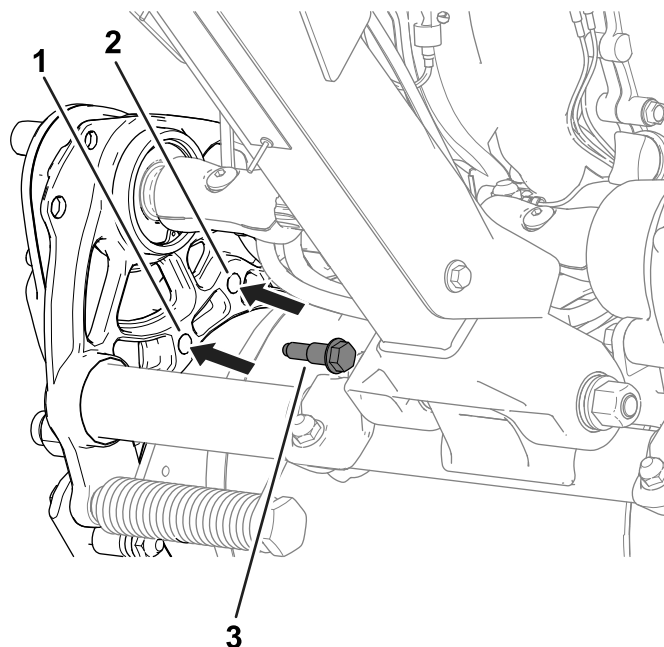

Рисунок 19
2. Выверните болты с буртиками (Рисунок 19) с каждой стороны машины, которые крепят корпус привода барабана к ходовой части.
4. Используйте ранее снятые болты с буртиками, чтобы прикрепить корпус привода к ходовой части (Рисунок 19).